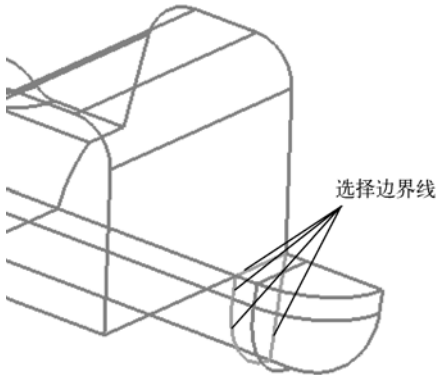

图 3-21 选取边线
- (1) 进入 solid edit 面板。
- (2) 选择 trim with lines 子面板。
- (3) 在 with bounding lines 栏下激活 solids 选择器。单击模型任意位置, 此时整个模型将被选中。
- (4) 激活 lines 选择器, 在图形区选择如图 3-21 所示的边界线。